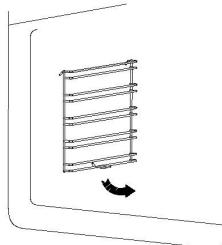

Рис. 2
- Поверните решетку внутрь примерно на  $90^\circ$  (рис. 2).